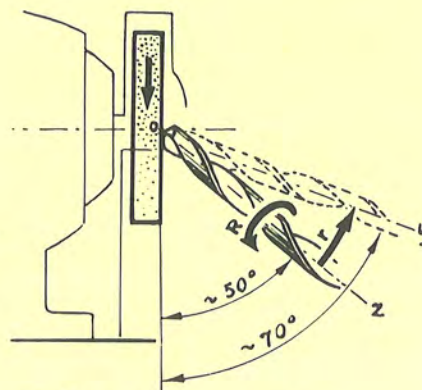

Fig. 3
- d) impugnare debitamente il raschietto a cucchiaio ed appoggiarlo sulla bronzina (fig. 3);
- il supporto dev'essere rigido ed il più possibile vicino alla mola (F. P. 38A - fig. 3);
c) *Puntizzatore* (fig. 3)